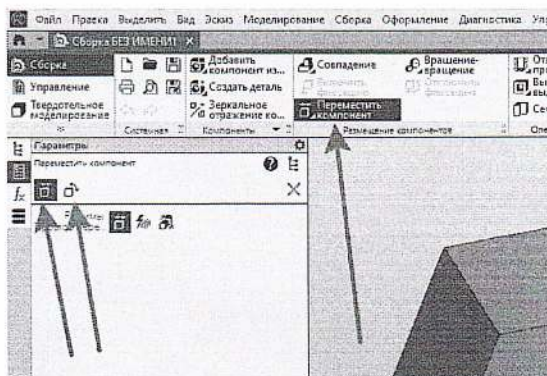

Рис. 4.10
**!Справка: если вы хотите повернуть или переместить деталь воспользуйтесь значком Переместить компонент (рис. 4.10). После выполненных действий необходимо нажать Крестик!**